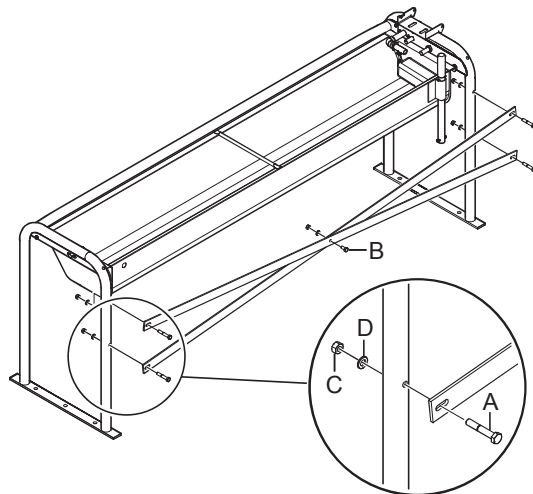

Fig. 8: Montering av ryggstøtten.
2. Fest ryggstøttestengene på beina (se Fig. 8).